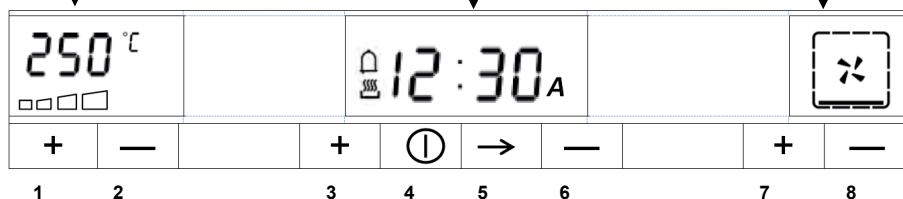

Рис. 3.
- Настроить текущее время, посредством нажатия сенсоров "+" (3) либо "-" (6) – см. **рис. 3**.